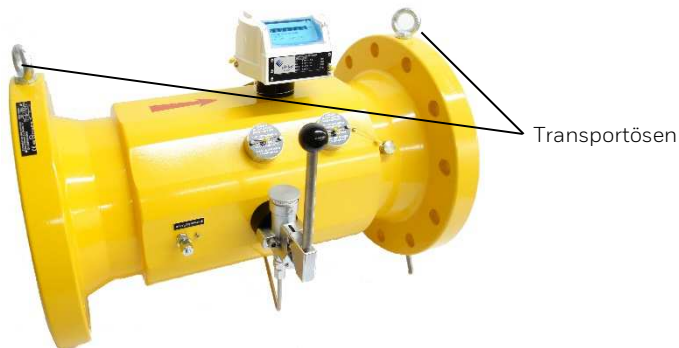

Abb. 5 | Transportösen
*Verwenden Sie bei den Messgeräten immer die mitgelieferten Transportösen zum Anheben (siehe Abb. 5).*